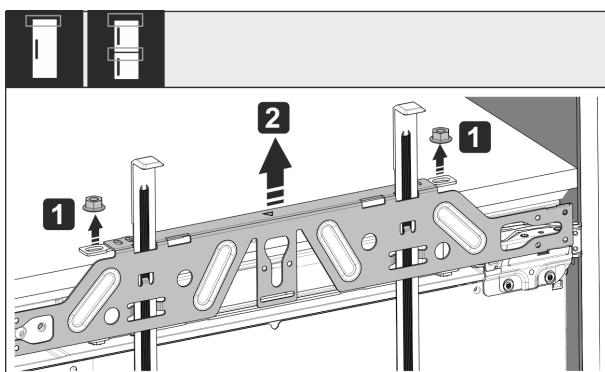

Fig. 54
- ▶ Desfaceți contrapiuliilele Fig. 54 (1).
- ▶ Detaşați traversa de fixare Fig. 54 (2).